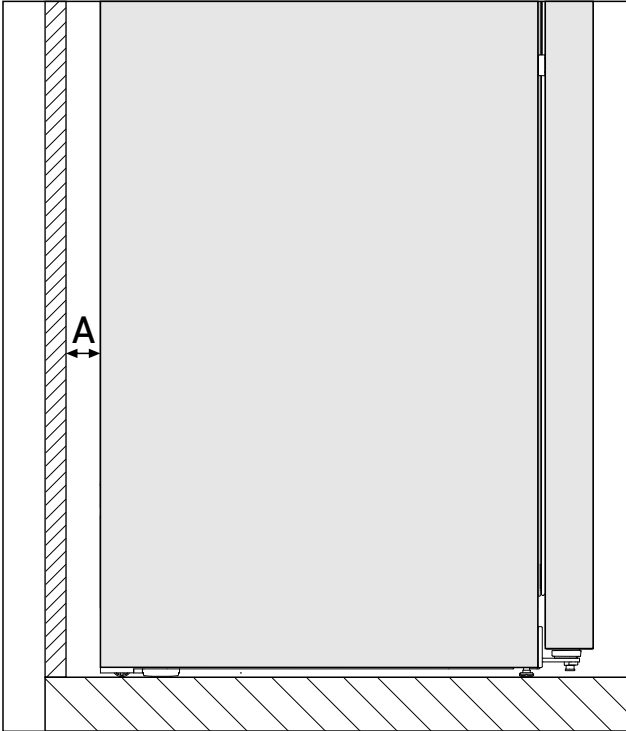

Fig. 2 \*
已在冰箱背面与墙壁之间的离墙距离为 Fig. 2 (A) 时确定能量消耗。当离墙距离小于 Fig. 2 (A) 时，不会影响冰箱的功能，但在更小的离墙距离下，能量消耗会略微升高。\*